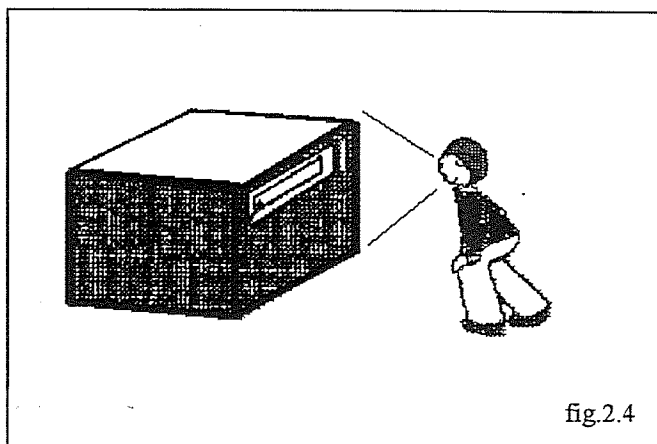

fig.2.4
- ⇒  Durante la cottura degli alimenti sorvegliare sempre il forno e spegnere l'attrezzatura se si registrano anomalie nel processo. (fig. 2.4).